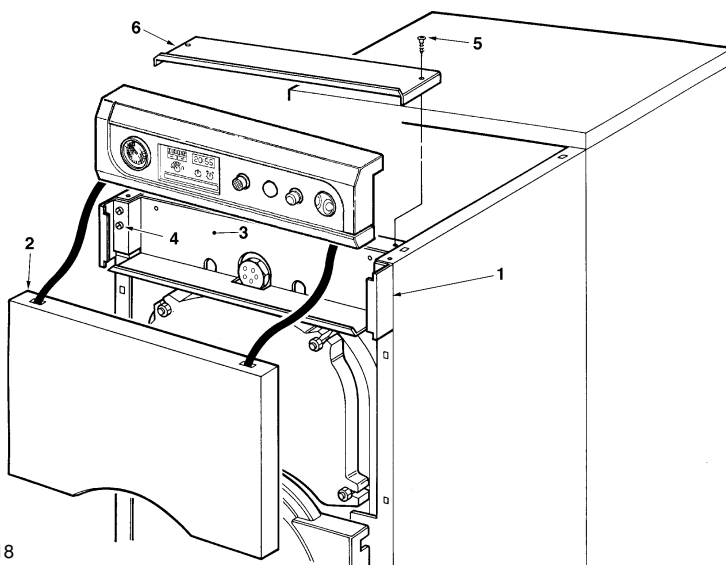

Рис. 18
4.15 (Рис. 18) Закрепить угольник 1 (правый - левый), установить панель 2 и разместить пульт управления. Закрепить предохранительную коробку 3 винтом 4 внутри угольников 1. Вставить пульт управления в панель 2 и прикрепить его к боковине винтом 5. Закрыть пульт управления предохранительной крышкой 6.